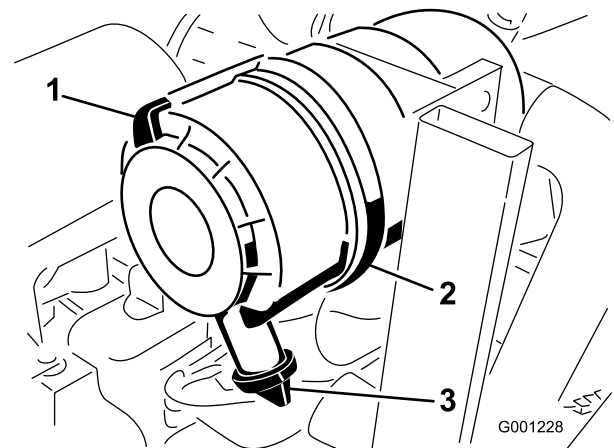

Figura 47
1. Puxe o trinco do filtro para fora e rode a cobertura do filtro de ar no sentido contrário ao dos ponteiros do relógio (Figura 47).
2. Retire a cobertura do corpo do filtro de ar (Figura 47).
8. Instale a tampa com a válvula de saída de borracha para uma posição descendente – entre cerca das 5 horas e as 7 horas quando vista da extremidade (Figura 47).